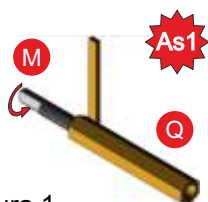

Figura 1
2) Preparare il gruppo motore come in figura 1, inserendo il pezzo I antivibrazione tra il riduttore del motore ed il pezzo nero D. Fissare il tutto con le viti S interponendo le rondelle L. Il pezzo D va posto con la linguetta più lunga verso l'alto.